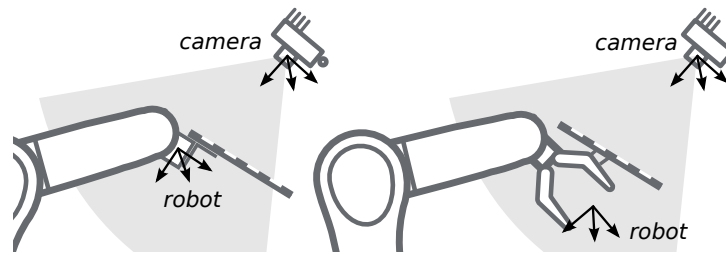

Abb. 5.19: Alternative Montageoptionen für die Befestigung des Kalibrieramusters am Roboter
5.18 und Abb. 5.19 angegeben, angebracht werden.
Bemerkung: Für das Modul zur Hand-Auge-Kalibrierung spielt es keine Rolle, wie das Kalibrieremuster in Bezug auf das benutzerdefinierte *Roboter*-Koordinatensystem genau angebracht und positioniert wird. Das bedeutet, dass die relative Positionierung des Kalibrieremusters zu diesem Koordinatensystem weder bekannt sein muss, noch für die Kalibrierroutine relevant ist (siehe in Abb. 5.19).